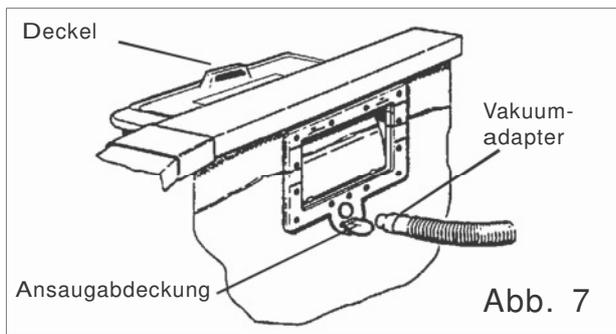

Abb. 7
Ihr Standard-Skimmer macht die Wartung Ihres Pools einfacher. Blätter und treibender Schmutz kommen in den Skimmer-Siebkorb. Reinigen Sie den Korb regelmäßig, um Ihren Pool sauber und hygienisch zu halten. Die in Klammern angegebenen Nummern beziehen sich auf die Nummern der jeweiligen Abbildung (Abb. 7).
3. Klappen Sie die Abdeckung der Vakuümöffnung (1), sodass diese nach unten zeigt. Platzieren Sie das verjüngte Ende des Vakuumadapters mit dem angeschlossenen Schlauch in die Öffnung, indem Sie eine drehende Bewegung machen. (Abb. 7).
4. Der Deckel (2) hat zwei Funktionen: in der normalen Position bedeckt er die Oberseite des Filters. Während des Ansaugens wird dieser Deckel zur Abdeckplatte für das Ansaugen; sorgen Sie dafür, dass die Pumpe ausgeschaltet ist (Off). Entfernen Sie den Deckel, drehen Sie ihn um 90° Grad, lassen Sie ihn nach innen gleiten und platzieren Sie ihn über den Korb.